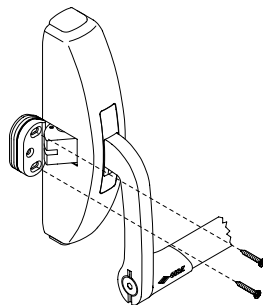
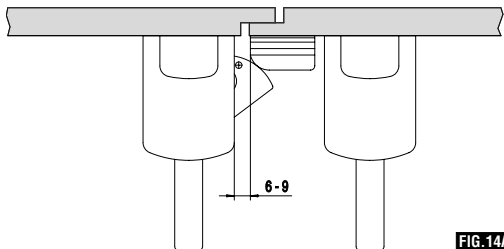
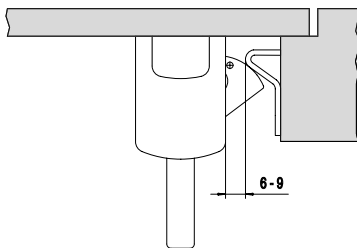

FIG. 13
FIG. 14A
FIG. 14B
- 12) Posizionare le bocchette a battuta sullo scrocco utilizzando il numero di spessori necessari per rispettare la distanza indicata nelle fig. 14A e fig. 14B; Segnare con un punteruolo i due fori laterali (asole) ed eseguire i due fori H3 = 2,6 mm (indicativo per profili di alluminio) (fig. 13).
ATTENZIONE: regolare la posizione della bocchetta in modo che la levetta antiscasso, a porta chiusa, risulti completamente premuta ed a filo con lo scrocco. In caso contrario il dispositivo di bloccaggio dello scrocco non sarà attivo (fig. 13).
- 12) Position the doorstop strikers on the latch-bolt using the necessary number of spacers to respect the distance indicated in Figs. 14A and 14B; mark with an awl the two side holes (slots) and drill the two holes H3 = 2.6 mm (indicative for aluminium profiles) (Fig. 13). **ATTENTION:** adjust the position of the striker so that the anti-picking device lever, with the door closed, is completely pressed down and flush with the latch-bolt. If this is not the case the dead-locking device of the latch-bolt will not be active (Fig. 13).
- 12) Positionner les gâches contre le pêne en utilisant le nombre d'épaisseurs nécessaires pour respecter la distance indiquée dans les fig. 14A et fig. 14B; Marquer avec un poinçon les deux trous latéraux (rainures) et réaliser les deux trous H3 = 2,6 mm (indicatif pour les profils en aluminium) (fig. 13).
ATTENTION: régler la position de la gâche de manière à ce que le doigt anti-effraction, quand la porte est fermée, soit complètement enfoncé et au niveau du pêne. Dans le cas contraire, le dispositif de blocage du pêne ne sera pas actif (fig. 13).
- 12) Coloque los batientes en correspondencia con el pestillo, utilizando el número de espesores necesarios para respetar la distancia indicada en las figuras 14A y 4B; marque con un punzón los dos orificios laterales (ojales) y practique los dos orificios de 2,6 mm (indicativo para los perfiles de aluminio) (Fig. 13).
ATENCIÓN: regule la posición del batiente de tal modo que la palanca anti-picking, con la puerta cerrada, quede completamente apretada y al ras del pestillo. En caso contrario, el dispositivo de bloqueo del pestillo no estará activo (Fig. 13).
- 12) De schootplaat op de schoot plaatsen, en de nodige tussenstukken aan brengen om de in afb. 14A en 14B aangegeven afstanden in acht te nemen. De twee zijgaten markeren en de gaten H3 = 2,6 mm boren (voor aluminiumprofielen) (afb. 13).
LET OP: de positie van de schootplaat zodanig regelen dat de inbraakbeveiliging, met gesloten deur, volledig ingedrukt in lijn met de schoot is. Zo niet zal het vergrendelsysteem van de schoot niet werken (afb. 13).
- 12) Die Beschläge in Übereinstimmung mit der Falle positionieren, dazu verwendet man die notwendige Anzahl an Ausgleichscheiben, um den auf den Abb. 14A und Abb. 14B angeführten Abstand einzuhalten. Mit einem Senkstift die beiden seitlichen Bohrungen (Schlitze) anzeichnen und die beiden Bohrungen H3=2,6 mm durchführen (die angeführten Durchmesser beziehen sich auf Aluminiumprofile) (13). **ACHTUNG:** Position des Beschlags so regulieren, dass der Einbruchsicherungshebel bei geschlossener Tür vollständig gedrückt ist und mit der Falle in einer Linie steht. Wenn diese Voraussetzungen nicht vorhanden sind, ist die Sperrvorrichtung der Falle nicht aktiv. (Abb. 13).